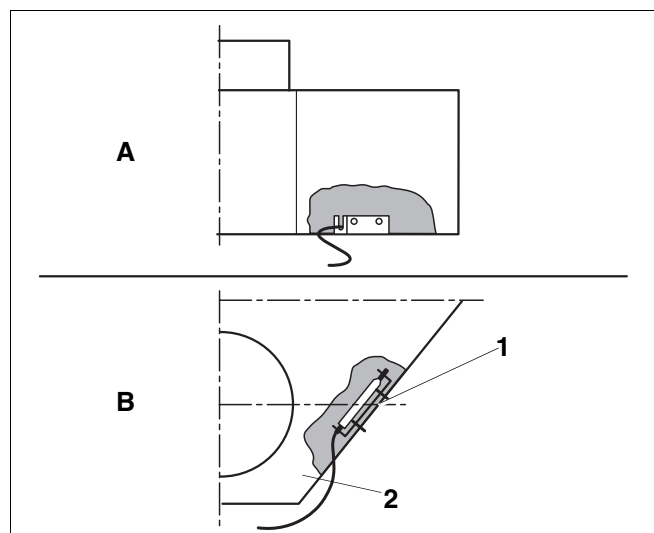
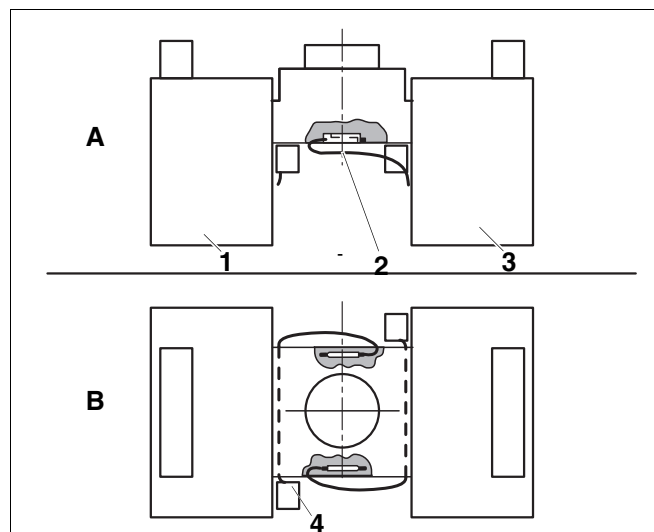

Рис. 22 Датчик температуры дымовых газов Logano G334 WS
Рис. 23 2 системы AW 50 на установке с двумя котлами Logano G334 WS
- Закрепите двумя винтами крепежную планку с датчиком на внутренней стороне прерывателя тяги или на установке с двумя котлами на внутренней стороне сборного канала. Активная часть в середине датчика должна быть расположена по центру дымовой трубы (Рис. 22 и Рис. 23).